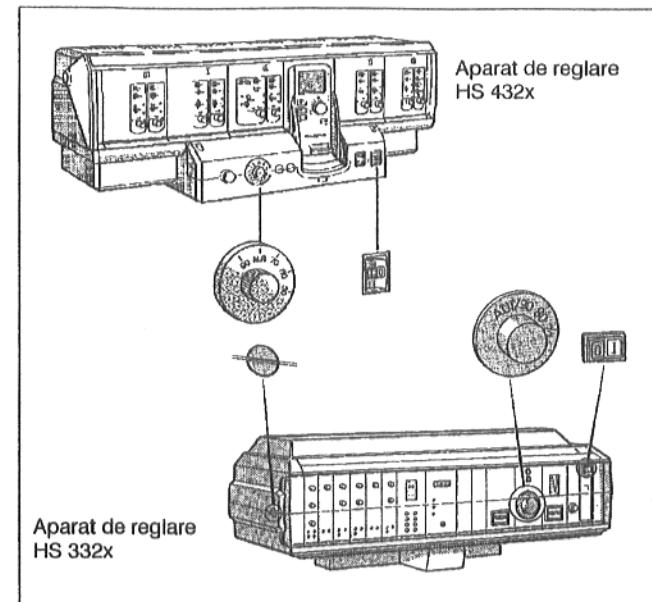

Fig. 4: Punerea în funcțiune a arzătorului de gaze
- În cazul aparatului de reglare HS 332x: Șliștul șuruburilor capacului transparent ale ambelor apărate de reglare (Fig. 4) se aduce în poziție orizontală, de exemplu cu ajutorul unei monede. Capacul transparent se va ridica înainte.
- Comutatorul funcționării (Fig. 4) ambelor apărări de reglare se aduce în poziția I (ON).
Reglarea temperaturii apei cazașului (Fig. 4) ambelor apărări de reglare se aduce pe poziția AUT respectiv 80 °C.
Aparatul de reglare al temperaturii apei cazașului (Fig. 4) al unui bloc de cazașe se aduce pe temperatură dorită (min. 50 °C). Prin aceasta blocul cazașului 1 (cazașul conducerător) este definit.
Aparatul de reglare al temperaturii apei cazașului (Fig. 4) a celuilalt bloc de cazașe (blocul de cazașe 2) se va fixa ca. 5 K sub valoarea blocului de cazașe 1.
- Comutatorul funcționării ambelor apărări de reglare (Fig. 4) se aduce pe poziția 0 (OFF). Când cazașul este racordat la o instalăție de gaze de ardere potrivită (întreabă firma de specialitate!), atunci el poate funcționa pe timp de vară numai cu un bloc de cazașe: Comutatorul funcționării (Fig. 4) se aduce la blocul de cazașe 2 pe poziția 0 (OFF).